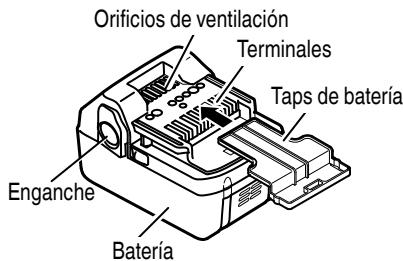

Fig. 2
- Instale el paquete de baterías en la herramienta eléctrica o almácelo presionando la tapa de baterías hasta que se oculten los orificios de ventilación para evitar cortacircuitos. (Ver Fig. 2).